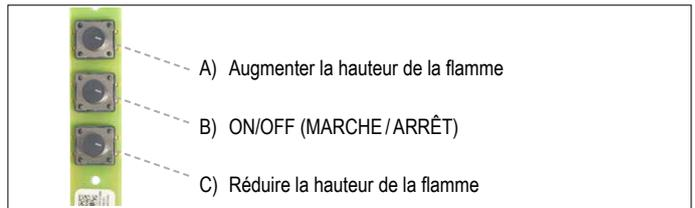

Figure 20: Panneau de commande
- Appuyer sur le bouton « B » (voir figure 20) jusqu'à ce que deux bip courts (version CE, AGA) ou un bip continu (version CSA) confirment que la séquence de début a commencé; relâcher le bouton.